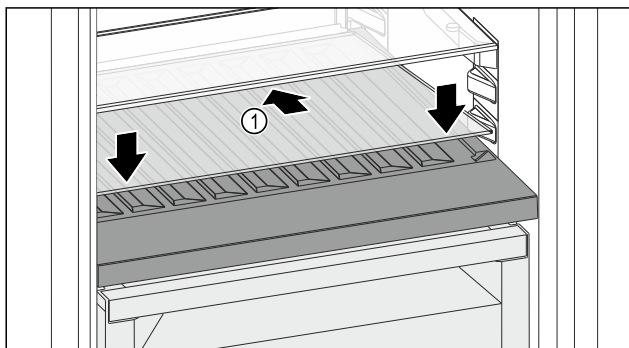

Fig. 159
- Glasplaat Fig. 159 (1) schuin naar achteren en naar beneden plaatsen.
- Glasplaat Fig. 159 (1) aan de voorzijde laten zakken.